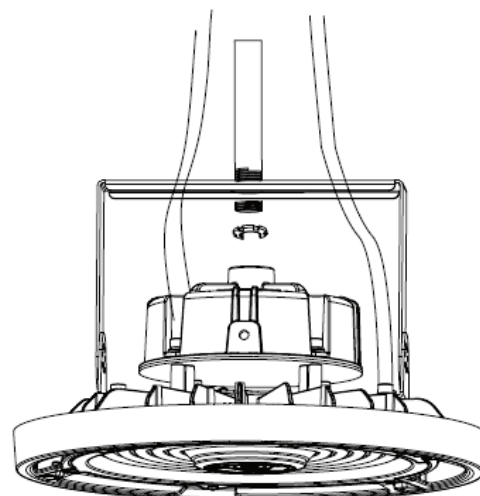

Figure 10
2. Insérer l'extrémité fileté du tuyau de 1/2 po dans le trou du support. Fixer la quincaillerie appropriée au support. (Figure 10).